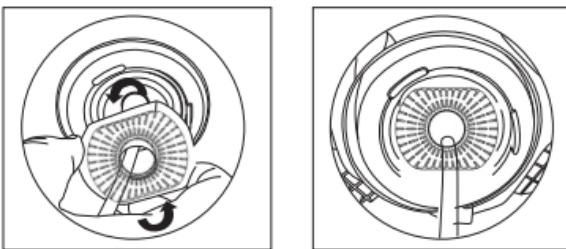

Figura-6
- 5.7 Coloque el disipador térmico en la posición adecuada hasta que no gire más, como en la figura 6. Asegúrese de que el canal de entrada de aire del disipador no está bloqueado.